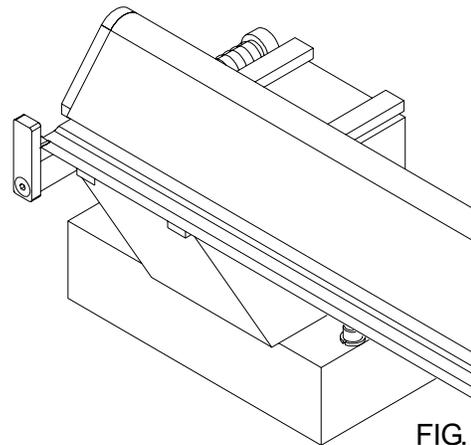

FIG. 23
3. Positionnez la contre-lame de façon à ce que les extrémités non usées ou celles de la nouvelle contre-lame reposent sur les embouts de jauges (voir FIG. 23). Tirez la contre-lame fermement contre l'embout de jauge, puis alimentez les électroaimants en courant (voir FIG. 24). Le voyant rouge s'allume sur le panneau de commande. Tournez et bloquez l'embout des deux jauges d'alignement.